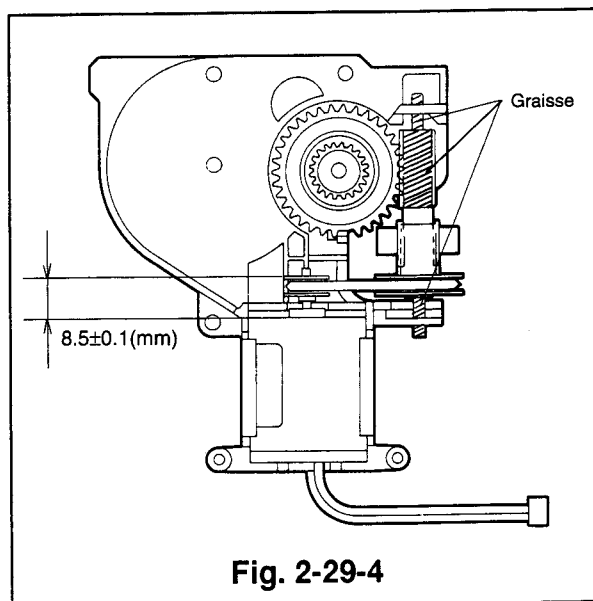

Fig. 2-29-4
- 2) Remonter la poulie sur le moteur de chargement de manière à ce que l'espace entre le moteur et le bord externe de la poulie soit de $8,5 \pm 0,1$ mm. (Voir la Fig.2-29-4)
- 4) Appliquer de la graisse (G)[859DO55050] sur les emplacements de la vis sans fin de la poulie J neuve indiquées dans la Fig. 2-29-4. Remonter la vis sans fin de la poulie J, en commençant par l'extrémité fixée à la partie C de la Fig. 2-29-3.